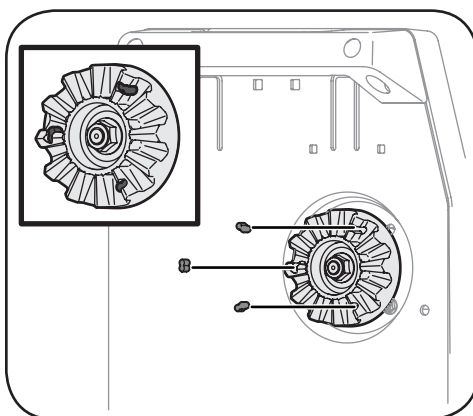

Figura 5-1
- Extraiga suavemente cada tope de embrague del embrague de garras con un destornillador común. Vea la Figura 5-1.